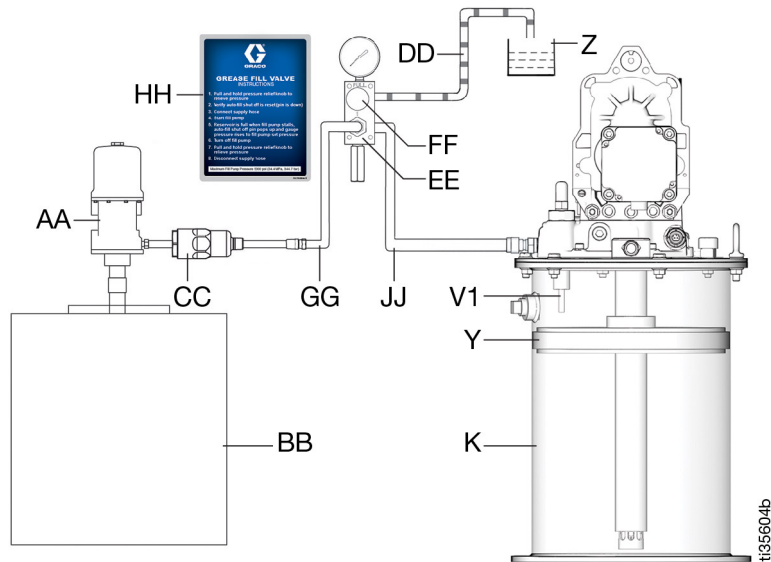

图 12
注意：使用加注阀 P/N 77X542（如图 12 所示）防止过压，或在补料管路 (GG) 中使用设置为 5000 psi (34.5 MPa, 345 bar) 的安全泄压阀。